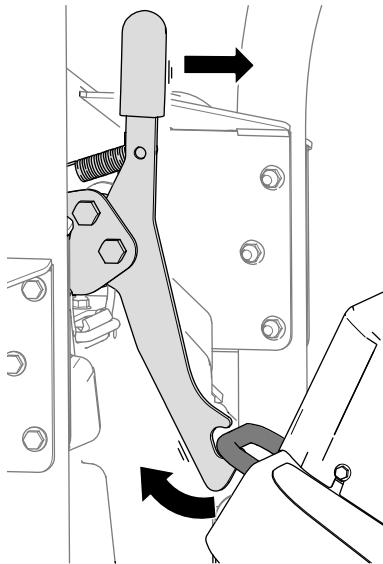

Рисунок 38
1. Освободите защелку режущего блока от крепежного кронштейна (Рисунок 38), для этого немного поверните режущий блок вперед (см. Рисунок 36) и потяните рукоятку защелки вперед.